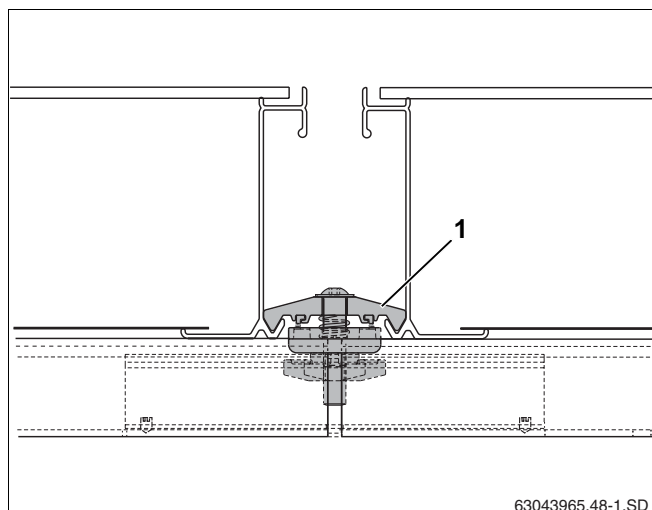

Bild 51 Dubbelsidig panelklämma mellan 2 solpaneler
Nedhållaren (bild 51, **pos. 1**) på panelklämman griper nu tag i den nedre solpanelskanten.